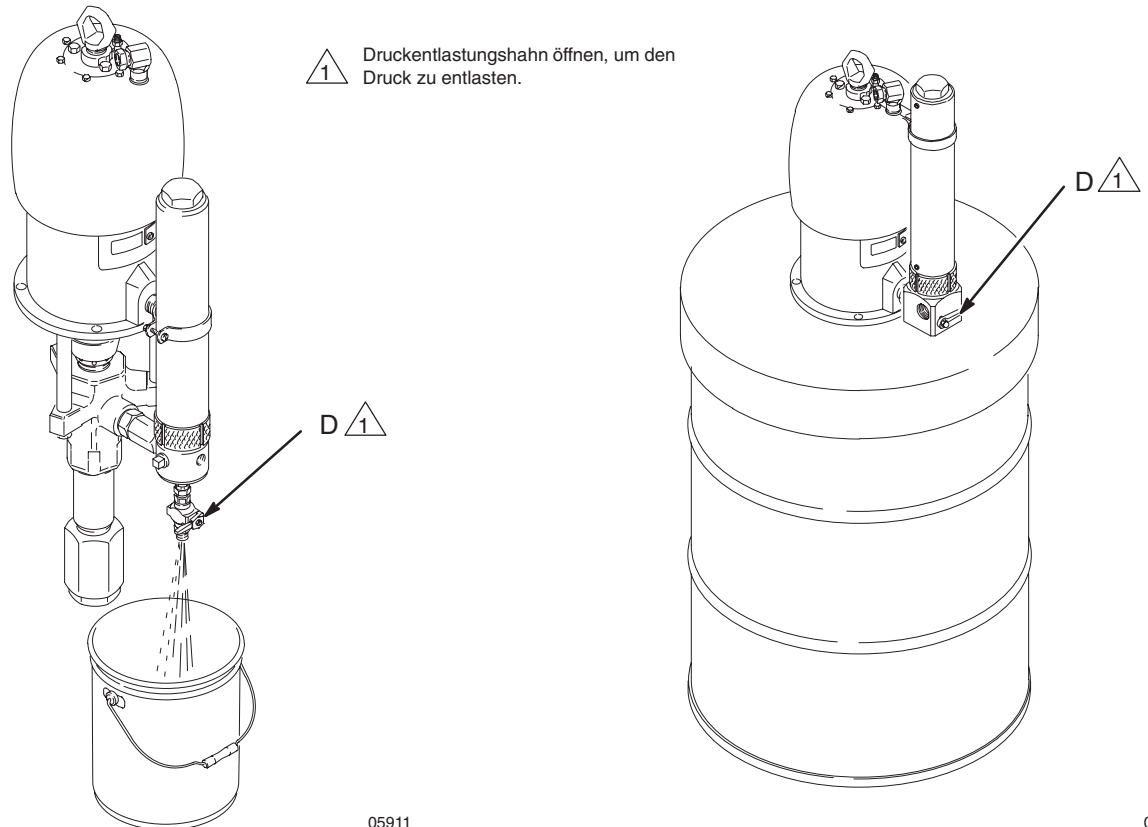

Abb. 3
Wenn starke Druckstöße an der Spritzpistole bemerkt werden, die Pumpe abschalten, die Pistole abziehen, um den Materialdruck zu entlasten, und das Druckablaßventil (D) am Boden des Druckausgleichbehälters öffnen. Siehe Abb. 3. Nachdem der Behälter entleert ist, den Druckentlastungshahn schließen und die Arbeiten wieder aufnehmen.